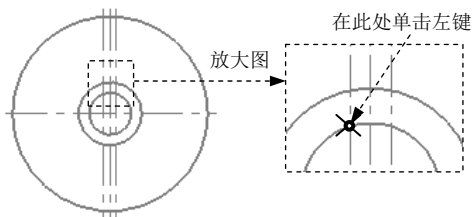
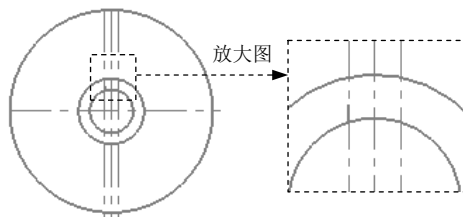
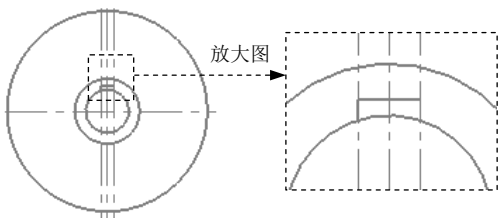

图 3.15.11 定义直线的起始点
图 3.15.12 绘制左端竖直直线
图 3.15.13 绘制水平直线
(2) 绘制键槽。
① 选择命令。选择下拉菜单 **绘图(C)** → **线(L)** → **绘制任意线(E)...** 命令，系统弹出“直线”工具栏。
② 绘制直线。在“直线”工具栏单击 按钮使其处于按下状态；在图 3.15.11 所示的中心线与圆的交点单击鼠标左键，定义直线的起点；在 文本框中输入值 4，按 Enter 键确认；在 文本框中输入值 90，并按 Enter 键确认，绘制图 3.15.12 所示的左端的竖直直线。在 文本框中输入值 12，按 Enter 键确认；在 文本框中输入值 0，并按 Enter 键确认，绘制图 3.15.13 所示的水平直线。单击 按钮使其处于弹起状态。最后，在图 3.15.14 所示的中心线与圆的交点位置单击鼠标左键，绘制右端的竖直直线。